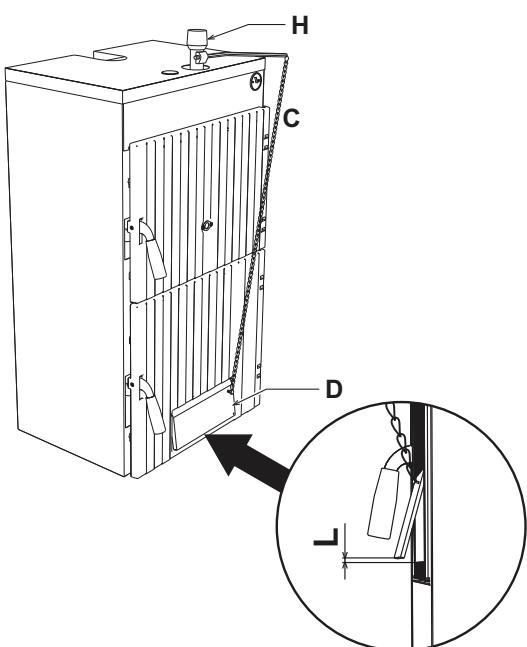

рис. 2 - Монтаж
2. Установите терmostатический регулятор "H" рис. 2.
4. С помощью предусмотренного для этой цели винта регулируйте дверцу воздухозаборника так, чтобы при опущенной дверце величина зазора для прохода воздуха составляла 1 - 2 мм, но не более. При холодном котле поставьте терmostат на 60°. Прикрепите цепочку "C" к проушине "D" дверцы воздухозаборника и регулируйте ее длину так, чтобы зазор для прохода воздуха "L" (рис. 2) составлял около 15 мм при использовании каменного угля "coke III" и 2 мм при использовании древесного топлива.
С помощью предусмотренного для этой цели винта регулируйте дверце воздухозаборника так, чтобы при опущенной дверце величина зазора для прохода воздуха составляла 1 - 2 мм, но не более. При холодном котле поставьте терmostat на 60°. Прикрепите чепочку к проушине дверцы воздухозаборника и регулируйте ее дину так, чтобы зазор для прохода воздуха "L" (рис. 2) составлял около 15 мм при использовании каменного угля "coke III" и 2 мм при использовании древесного топлива.